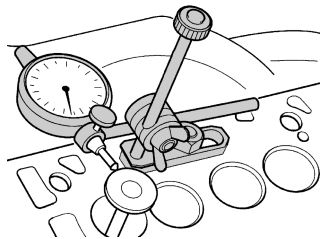

图 1-120 测量气门导管
1) 将百分表和支架固定在气缸盖上,并将百分表校零,如图 1-120 所示。